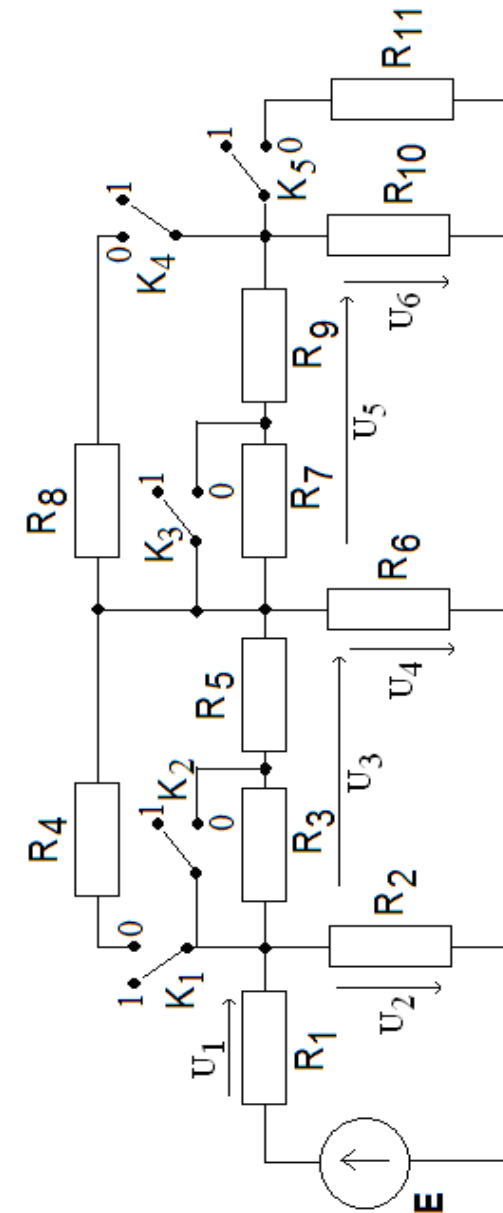

Рис. 1.12
1.7.1. В схеме цепи, показанной на рис. 1.12 установите ключи $K_5 \div K_1$ в положение, соответствующее **двоичному коду** Вашего **номера N по модулю 32** в списке группы $K_5 K_4 K_3 K_2 K_1$, значения $K_i = 0$ или 1 , $i = 1, 2, 3, 4, 5$. Зарисуйте полученный вариант электрической цепи. Значения сопротивлений элементов цепи в **Омах** определяются выражением
где G - номер группы, N - номер студента в списке группы, k - номер сопротивления в схеме на рис. 1.12. Значение ЭДС источника E примете равной **10 В**. Эта же схема рассматривалась в пункте 1.6.2 **лабораторной работы №5** (рис. 1.2).
Рассчитайте значения напряжений $U_1, U_2, U_3, U_4, U_5, U_6$, показанных на рис. 1.12 для Вашего варианта цепи, проверьте правильность полученных решений с помощью второго закона Кирхгофа, используя для вычислений программу MathCAD. Результаты расчета занесите в табл. 1.6.